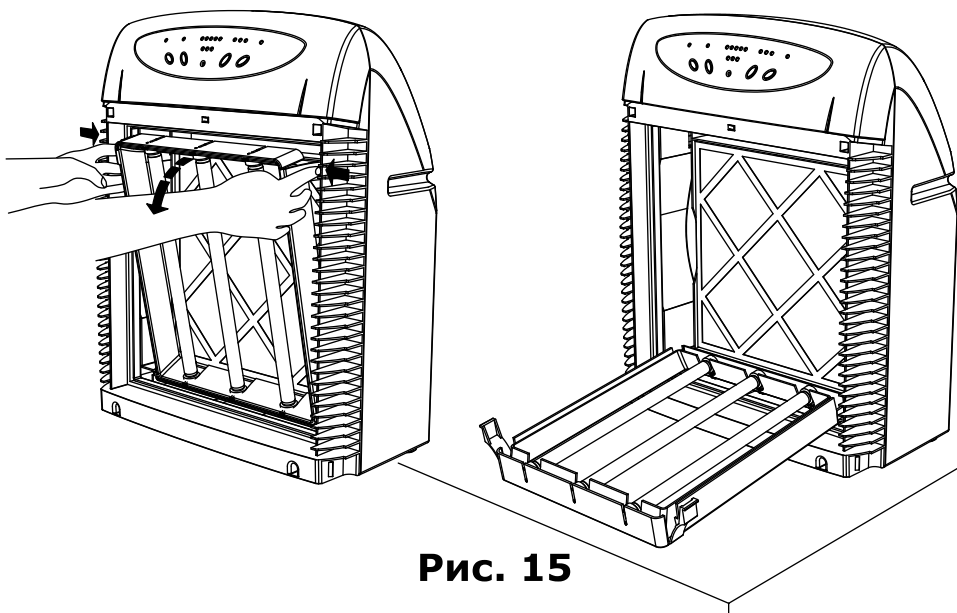

Рис. 15
7. Указательными пальцами обеих рук легко нажмите на защелки слева и справа в верхней части лампового блока до выведения их из зацепления с корпусом прибора и, потянув на себя, аккуратно опустите ламповый блок на горизонтальную поверхность (рис.15). Не допускайте, чтобы ламповый блок оставался без опоры, это может привести к его поломке;